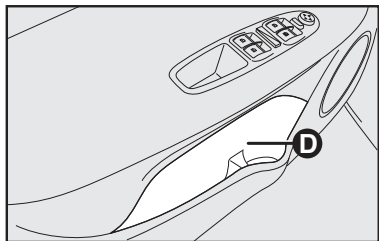

fig. 89
**D-fig. 89** - Painel das portas dianteiras.